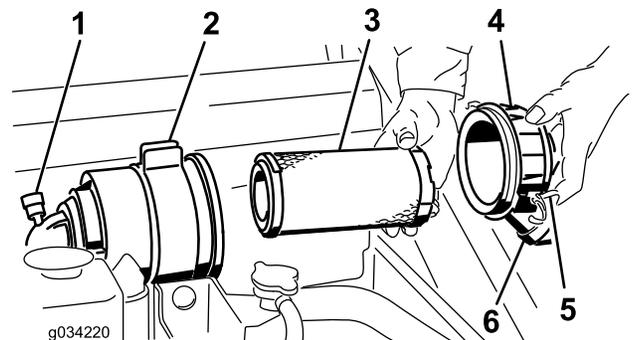

Figura 36
Importante: Effettuate la manutenzione del filtro dell'aria quando la spia diventa rossa (Figura 36). Sostituendo il filtro dell'aria prima del necessario aumenta il rischio che la morchia entri nel motore quando si toglie il filtro.
4. Rilasciate i dispositivi di fermo del filtro dell'aria e toglie il coperchio dal corpo del filtro (Figura 36).
1. Estraete con cautela il filtro primario dal corpo del filtro dell'aria (Figura 36). Non urtate il filtro contro il corpo.
3. Infilate con cautela il filtro primario nel corpo del filtro (Figura 36). Verificare che sia inserito a fondo, premendo sul bordo esterno del filtro mentre lo si inserisce.
4. Montate il coperchio del filtro dell'aria con il lato indicato come UP rivolto verso l'alto e fissate i fermi (Figura 36).